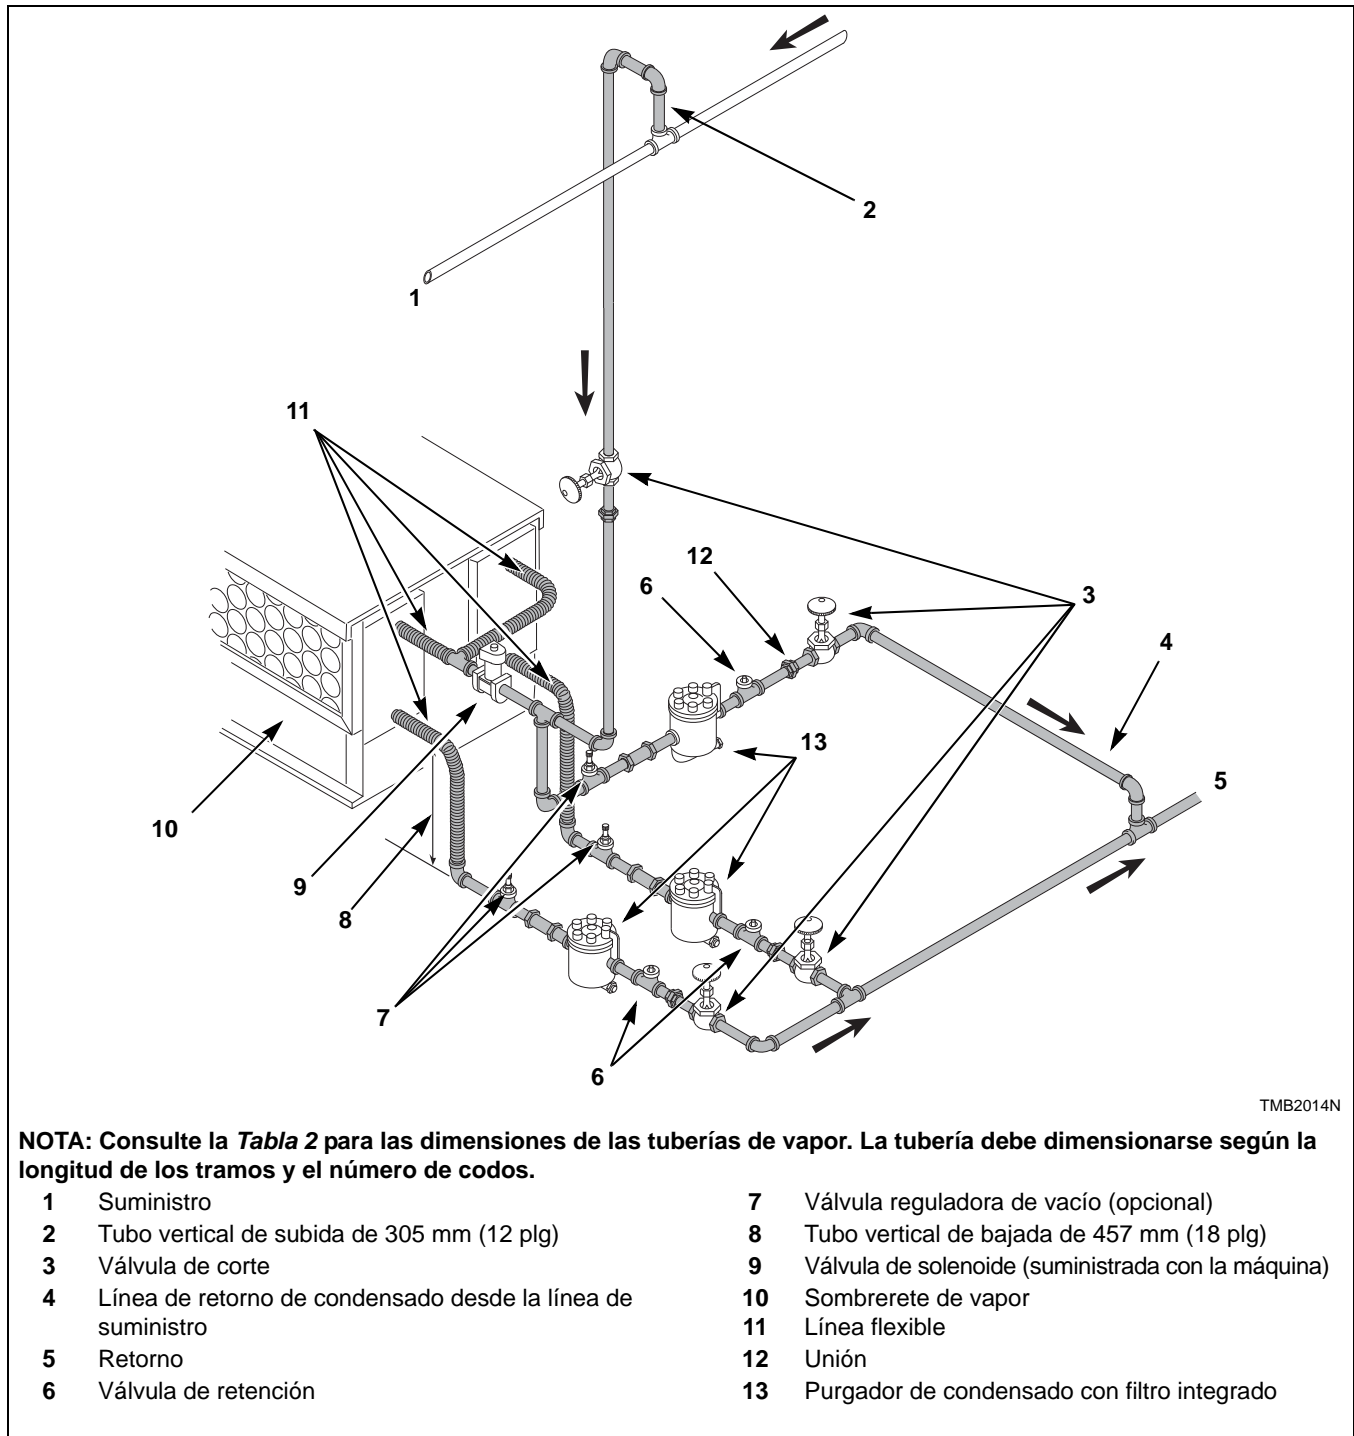

Figura 3
- Consulte la *Figura 3* las configuraciones apropiadas para tubos de vapor.